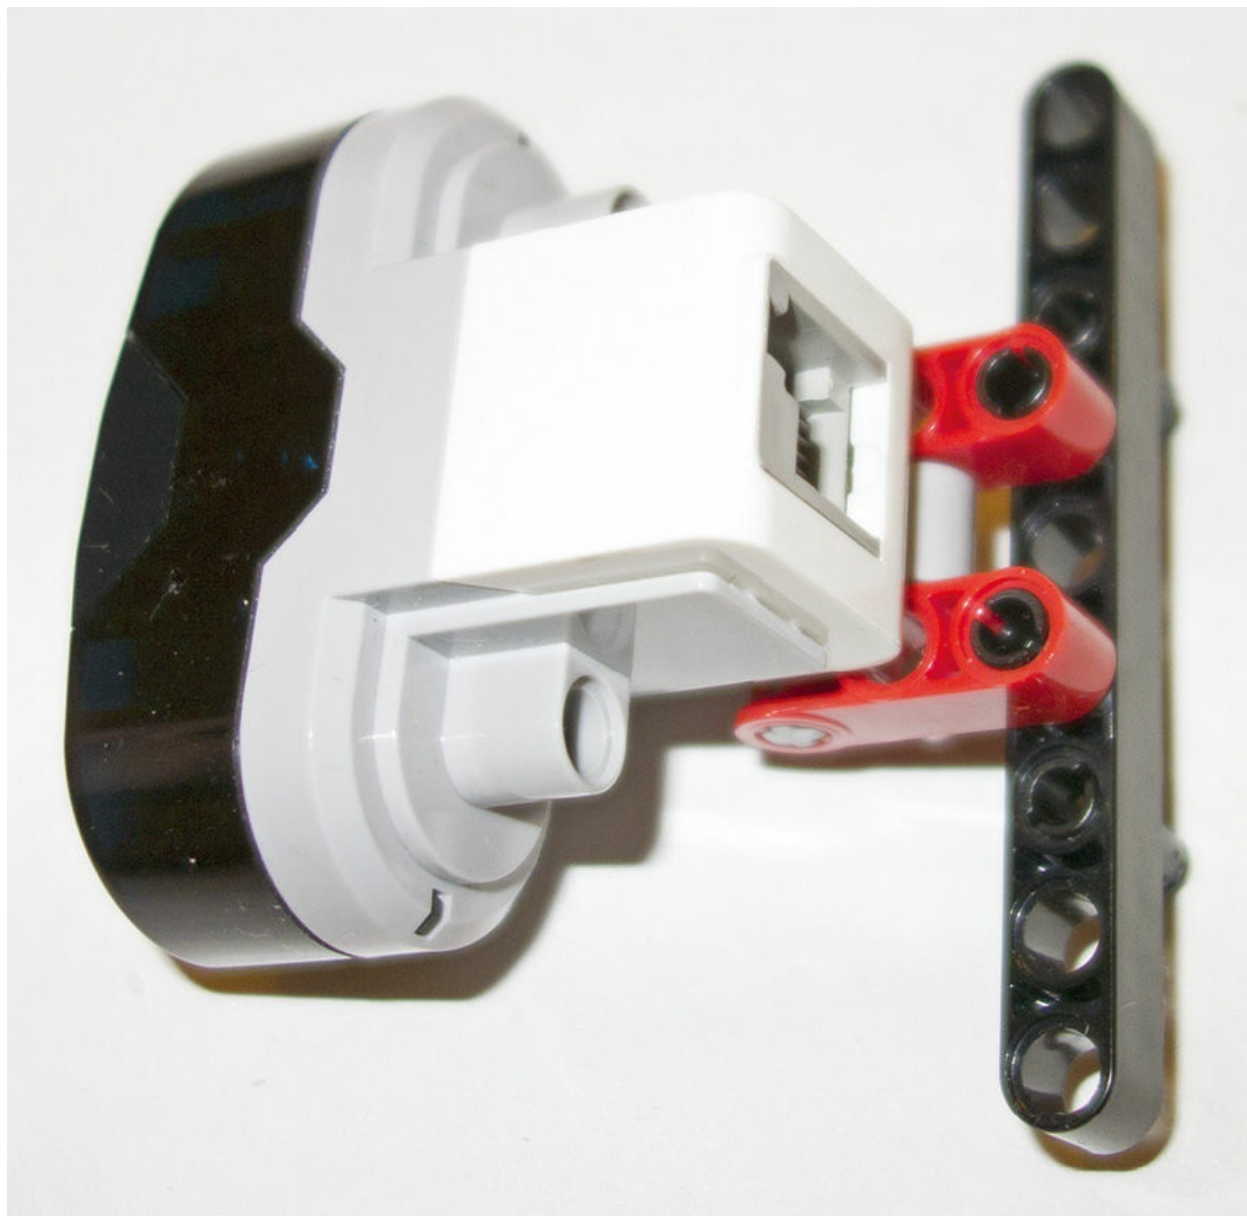

图11.27 搭建好的红外传感器结构
3. 在这个直梁的带孔面安装两个黑色的销，最终的结构应该与图11.27类似。
4. 将这个搭建好的结构，沿轮子上方的两个框梁连接至机器人的车身处（如图11.28所示），将红外线“眼睛”突显出来。（在图11.27中，红外传感器的“眼睛”没有出现在摄像机的镜头中。）